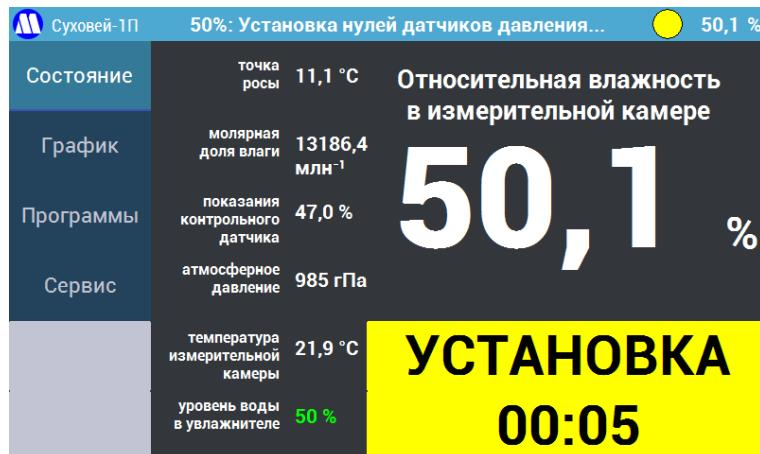

Рисунок 23 – Процесс установки относительной влажности.
8.2.7. В процессе стабилизации заданных значений температуры и давления индикатор статуса будет гореть желтым, в строке статуса будет отображаться исполняемая программа по установке относительной влажности и статус «Установка», в меню «Состояние» будут отображаться текущее значение относительной влажности в камере и время, прошедшее от момента запуска программы по установке точки (Рисунок 23).